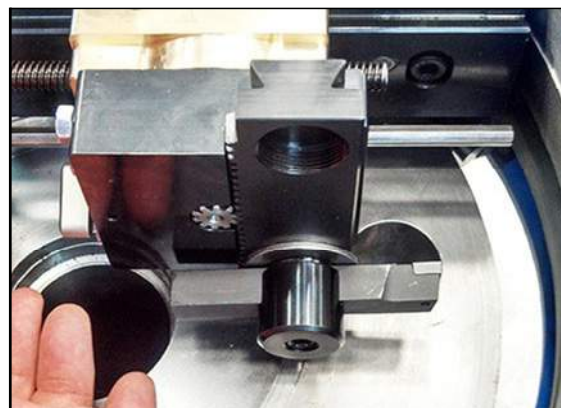

ABBILDUNG 3-23. WERKZEUG WAAGRECHT INSTALLIEREN (FF1200 DARGESTELLT)
2. Führen Sie ein Werkzeug waagrecht in den Werkzeughalter ein (Abb. 3-23) und drehen Sie sie in der Klemme in die gewünschte Position.